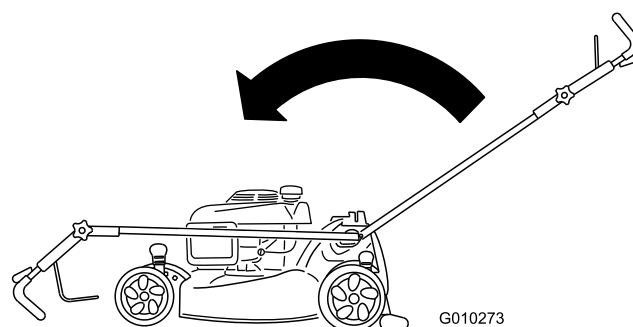

Figura 51
2. Spostate completamente avanti la stegola e allentate la manopola della sua sezione superiore (Figura 51).